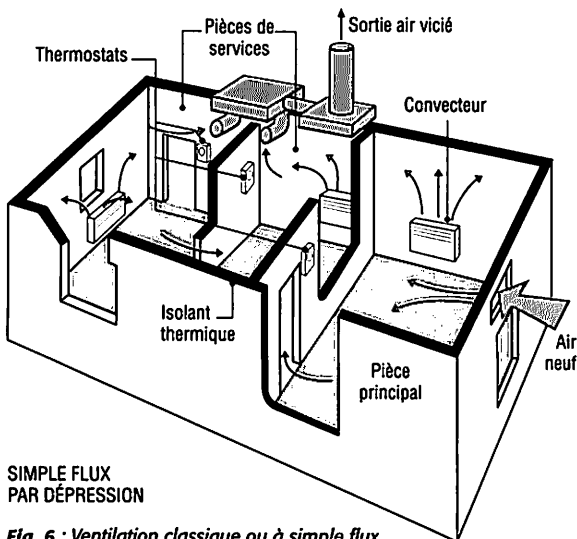

Fig. 6 : Ventilation classique ou à simple flux.
- le balayage du logement par des entrées d'air dans toutes les pièces principales et des sorties d'air dans toutes les pièces de service (fig. 6) ;